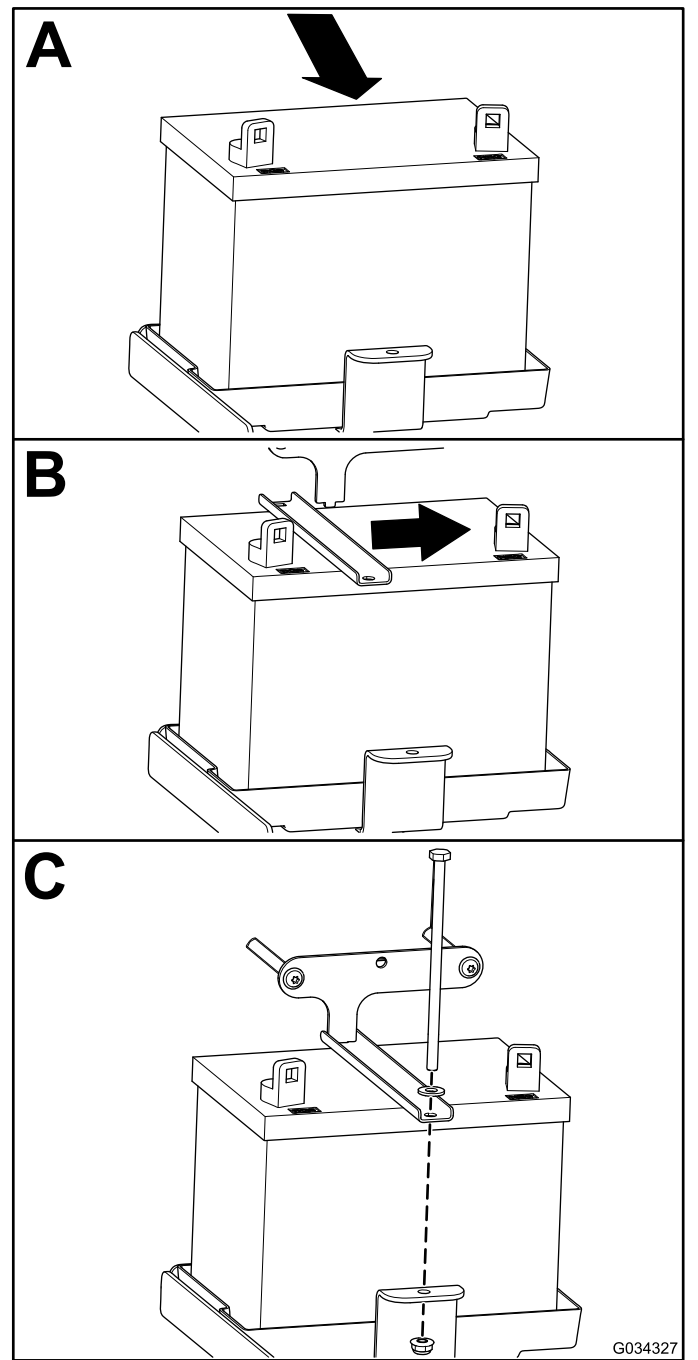

Figura 46
1. Instale a bateria como se mostra na Figura 46.